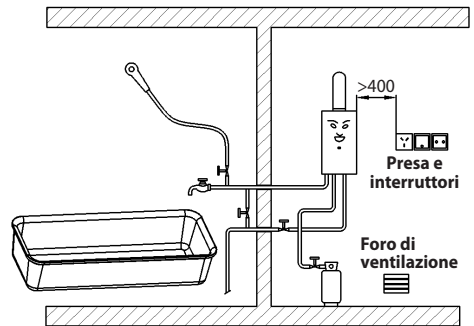

Figura 5.1
• Non installare lo scaldabagno in camere da letto, seminterrati, stanze da bagno o locali provvisti di ventilazione insufficiente. Il locale di installazione dev'essere ben ventilato. Nella parete devono essere praticati un foro di ventilazione (Figura 5.1) e un foro di scarico per i gas combusti; le dimensioni del foro di ventilazione non devono essere inferiori a quelle indicate nella tabella seguente:
• L'apparecchio deve essere mantenuto ad una distanza di almeno 400 mm da fonti elettriche (Figura 5.1).